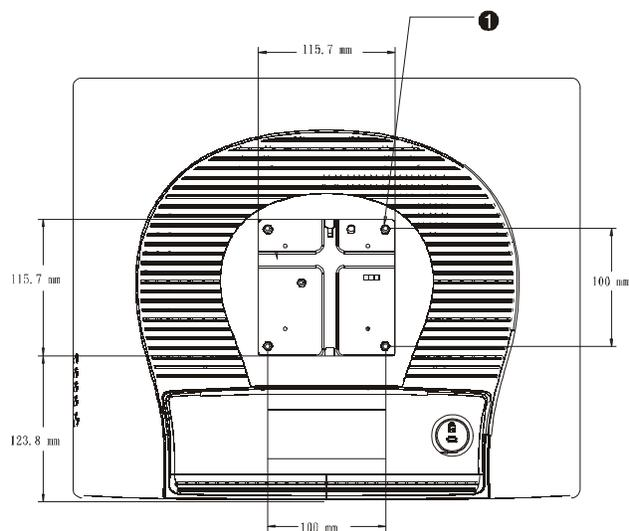

Figura 2-1: Ubicación de la interfaz de montaje VESA, con la peana retirada.
- 1 Si la pantalla ya está conectada a una peana, retire los cuatro tornillos que conectan la peana a la pantalla (consulte la *Figura 2-1*, elemento ❶). Separe la peana de la pantalla.